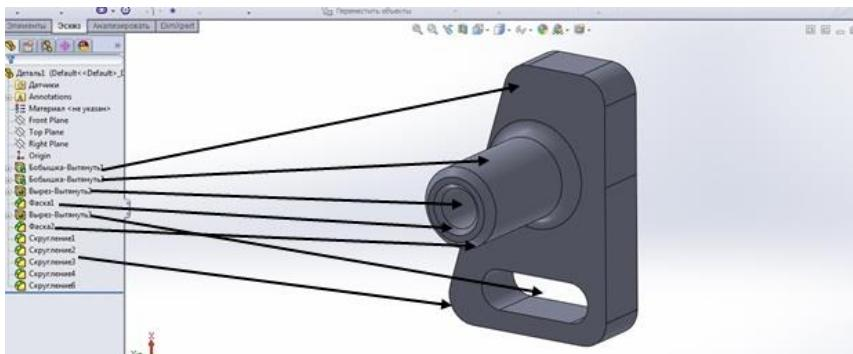

Рис. 1.1
Для ілюстрації концепції моделювання в **Дереві конструювання** розглянемо приклад на рис. 1.1. Якщо відобразити окремі елементи у відповідності із **Деревом конструювання**, то вони виглядають наступним чином:
**Керуючі розміри.** Це розміри, що використовуються при створенні елементу. Вони включають розміри, пов'язані із геометрією ескіза, а також розміри, пов'язані із самим елементом. У якості простого прикладу можна навести такий елемент, як циліндрична бобишка (рис. 1.1). Діаметром